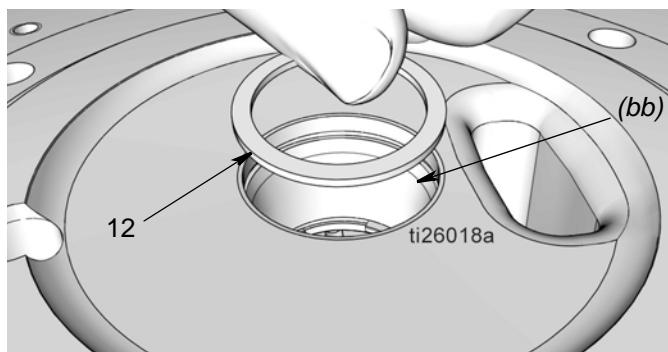

图 30
- b. 检查固定环 (51) 是否在泵底座 (1) 侧面。
- c. 安装垫片 (12)，如 图 30 所示。